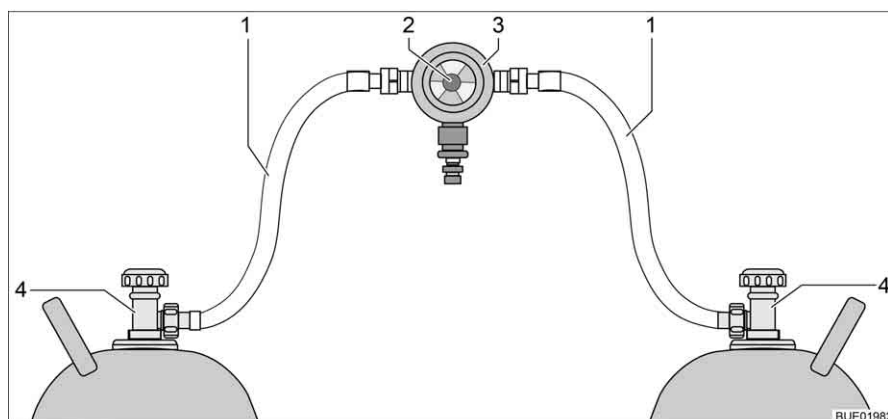
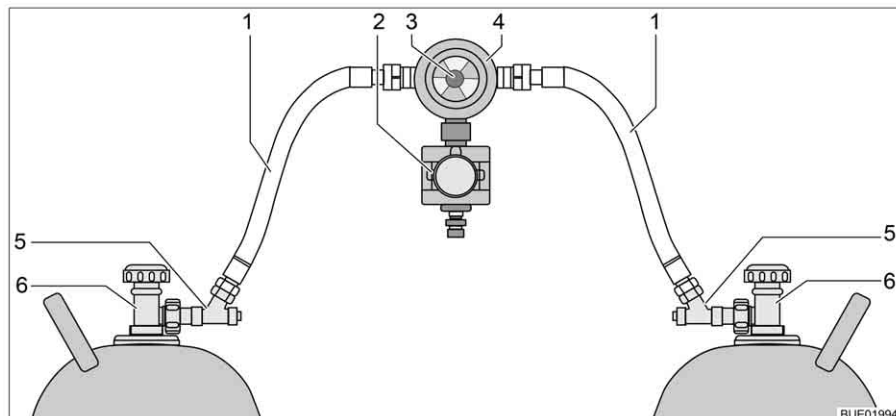

Fig. 93 Impianto di commutazione per bombole del gas
Fig. 94 Impianto di commutazione per bombole del gas con CPU
L'impianto di commutazione per bombole del gas è formato da un regolatore di pressione del gas combinato con valvola di commutazione e indicazione (Fig. 93,3). L'impianto di commutazione per bombole del gas è montato tra i due tubi del gas (Fig. 93,1).
L'impianto di commutazione per bombole del gas è formato da un regolatore di pressione del gas combinato con valvola di commutazione e indicazione (Fig. 94,4) e una elettrovalvola (Fig. 94,2). In caso di frenata brusca, incidente o inclinazione straordinaria, l'elettrovalvola blocca l'alimentazione del gas al veicolo. L'impianto di commutazione per bombole del gas è montato tra i due tubi del gas (Fig. 94,1) con dispositivi antirottura del tubo flessibile (Fig. 94,5).
Con la manopola (Fig. 93,2 e rispettivamente Fig. 94,3) sull'impianto di commutazione per bombole del gas è possibile stabilire quale delle bombole del gas viene utilizzata come bombola in uso e quale come bombola di riserva.
Sulla centralina di controllo (Fig. 95) possono venire azionate solo le funzioni elettriche. Le valvole principali di arresto delle bombole del gas (Fig. 93,4 e rispettivamente Fig. 94,6) devono essere aperte manualmente.
- Aprire le valvole principali di arresto delle bombole del gas (Fig. 93,4 o Fig. 94,6).
- Premere i dispositivi antirottura del tubo flessibile (Fig. 94,5) uno dopo l'altro per 10 secondi.
- Con la manopola (Fig. 93,2 e rispettivamente Fig. 94,3) sull'impianto di commutazione selezionare la bombola del gas, da cui deve provenire la principale alimentazione del gas (bombola in uso). Girare la manopola fino all'arresto.
- Chiudere le valvole principali di arresto delle bombole del gas (Fig. 93,4 o Fig. 94,6).